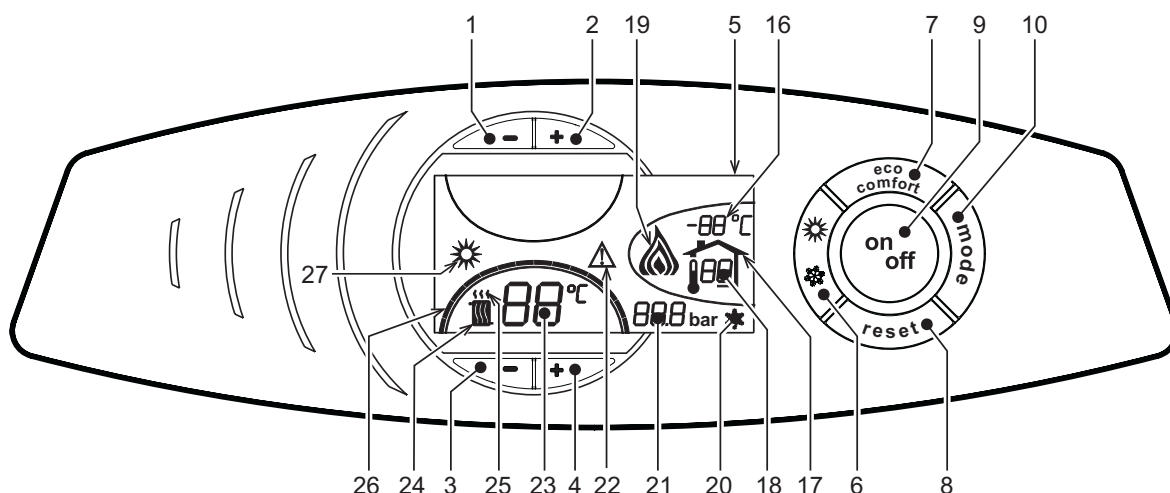
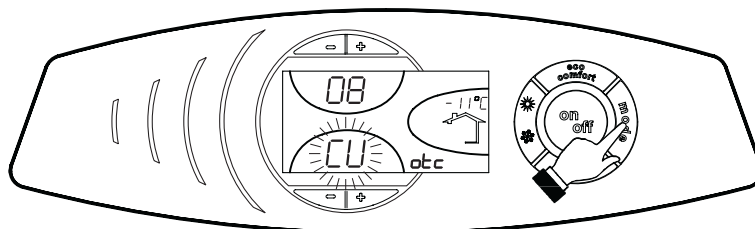
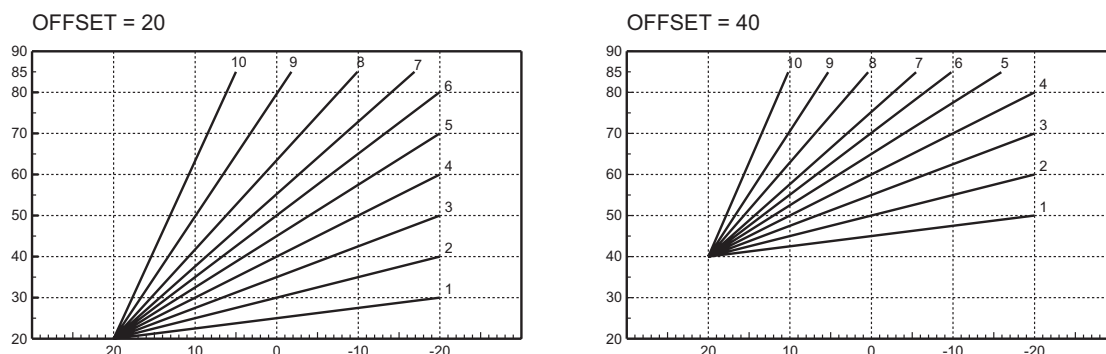

fig. 1 - Tableau des commandes
fig. 10 - Courbe de compensation
fig. 13 - Exemple de déplacement parallèle des courbes de compensation
En cas de besoin thermique (détecté par le thermostat d'ambiance ou la chronocommande à distance), l'air chaud au-dessus du radiateur (rep. 24 et 25 - fig. 1) clignote.
Les voyants des degrés chauffage (rep. 26 - fig. 1), s'allument au fur et à mesure que la température du capteur de chauffage atteint la valeur fixée.
Appuyer sur la touche  (rep. 9 - fig. 1) pendant 1 seconde.
Pour rallumer la chaudière, réappuyer sur la touche  (rep. 9 fig. 1) pendant 1 seconde.
- Appuyer sur la touche ON/OFF (9 - fig. 1)
Appuyer sur la touche  (rep. 6 - fig. 1) pendant 1 seconde.
L'afficheur montre le pictogramme Été (rep. 27 - fig. 1) : La chaudière fournira uniquement de l'eau chaude sanitaire. Le système hors-gel reste activé.
Pour désactiver le mode Été, réappuyer sur la touche  (rep. 6 - fig. 1) pendant 1 seconde.
Pour régler la température entre 30° C (minimum) et 90° C (maximum), agir sur les **touches du chauffage** (rep. 3 et 4 - fig. 1) ; Toutefois, il est conseillé de ne pas faire fonctionner la chaudière en dessous de 45 °C.
Pour régler la température entre 10 °C (minimum) et 65 °C (maximum), agir sur les **touches sanitaire** (rep. 1 et 2 - fig. 1).
Lorsqu'une sonde extérieure (option) est installée, l'afficheur du tableau des commandes (rep. 5 - fig. 1) montre la température extérieure actuelle mesurée par la sonde. Le système de régulation de la chaudière travaille avec la "température évolutive". Dans ce mode, la température de l'installation chauffage est régulée en fonction des conditions climatiques extérieures de manière à garantir un confort élevé et une économie d'énergie pendant toute l'année. En particulier, lorsque la température extérieure augmente la température de départ installation diminue selon une "courbe de compensation" donnée.
Avec le réglage évolutif, la température programmée à l'aide des **touches chauffage** (rep. 3 et 4 - fig. 1) devient la température maximum de départ installation. Il est conseillé de régler la valeur maximale pour permettre au système de réguler la température sur toute la plage utile de fonctionnement.
Appuyer une fois sur la **touche mode** (rep. 10 - fig. 1) pour afficher la courbe de compensation actuelle (fig. 10). Il est possible de la modifier à l'aide des **touches eau chaude sanitaire** (rep. 1 et 2 - fig. 1).
Appuyer sur les **touches chauffage** (rep. 3 et 4 - fig. 1) pour passer au déplacement parallèle des courbes (fig. 13), qui peut être modifié à l'aide des **touches eau chaude sanitaire** (rep. 1 et 2 - fig. 1).
Réappuyer sur la **touche mode** (rep. 10 - fig. 1) pour quitter le mode de réglage des courbes parallèles.
Si la chaudière est reliée à la chronocommande à distance (option), les réglages ci-dessus seront gérés comme indiqué dans le tableau tableau 1. En outre, sur l'afficheur du tableau des commandes (rep. 5 - fig. 1) apparaîtra la température ambiante actuelle, relevée par la chronocommande à distance.
Sélection ECO/COMFORT	En désactivant l'eau chaude sanitaire à partir du menu de la chronocommande à distance, la chaudière se place en mode Economy. Dans cette condition, la touche 7 - fig. 1 sur le panneau de la chaudière est désactivée.
En activant l'eau chaude sanitaire à partir du menu de la chronocommande à distance, la chaudière sélectionne le mode Comfort. Dans cette condition, il est possible de sélectionner un des deux modes à l'aide de la touche 7 - fig. 1 du panneau de la chaudière.